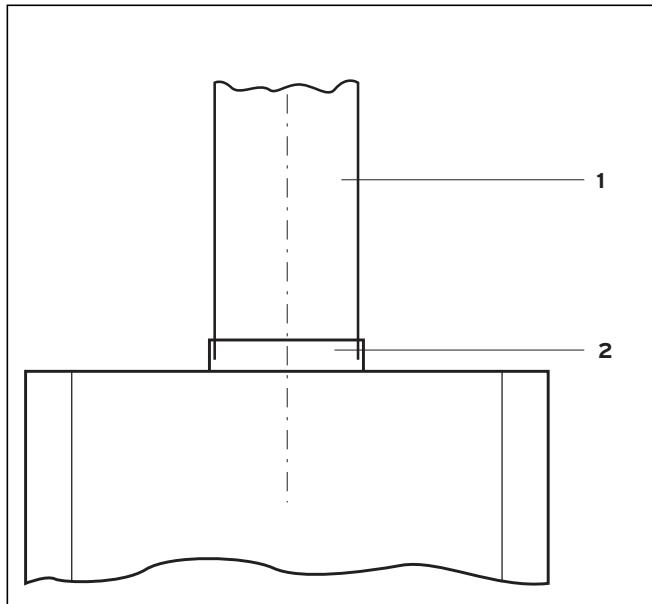

Рис. 5.1 Подключение к дымоходу
Пояснения к рис. 5.1
- Установите трубу дымохода **(1)** в патрубок трубы дымохода **(2)** на предохранителе тяги, см. рис. 5.1 Подключение к дымоходу.